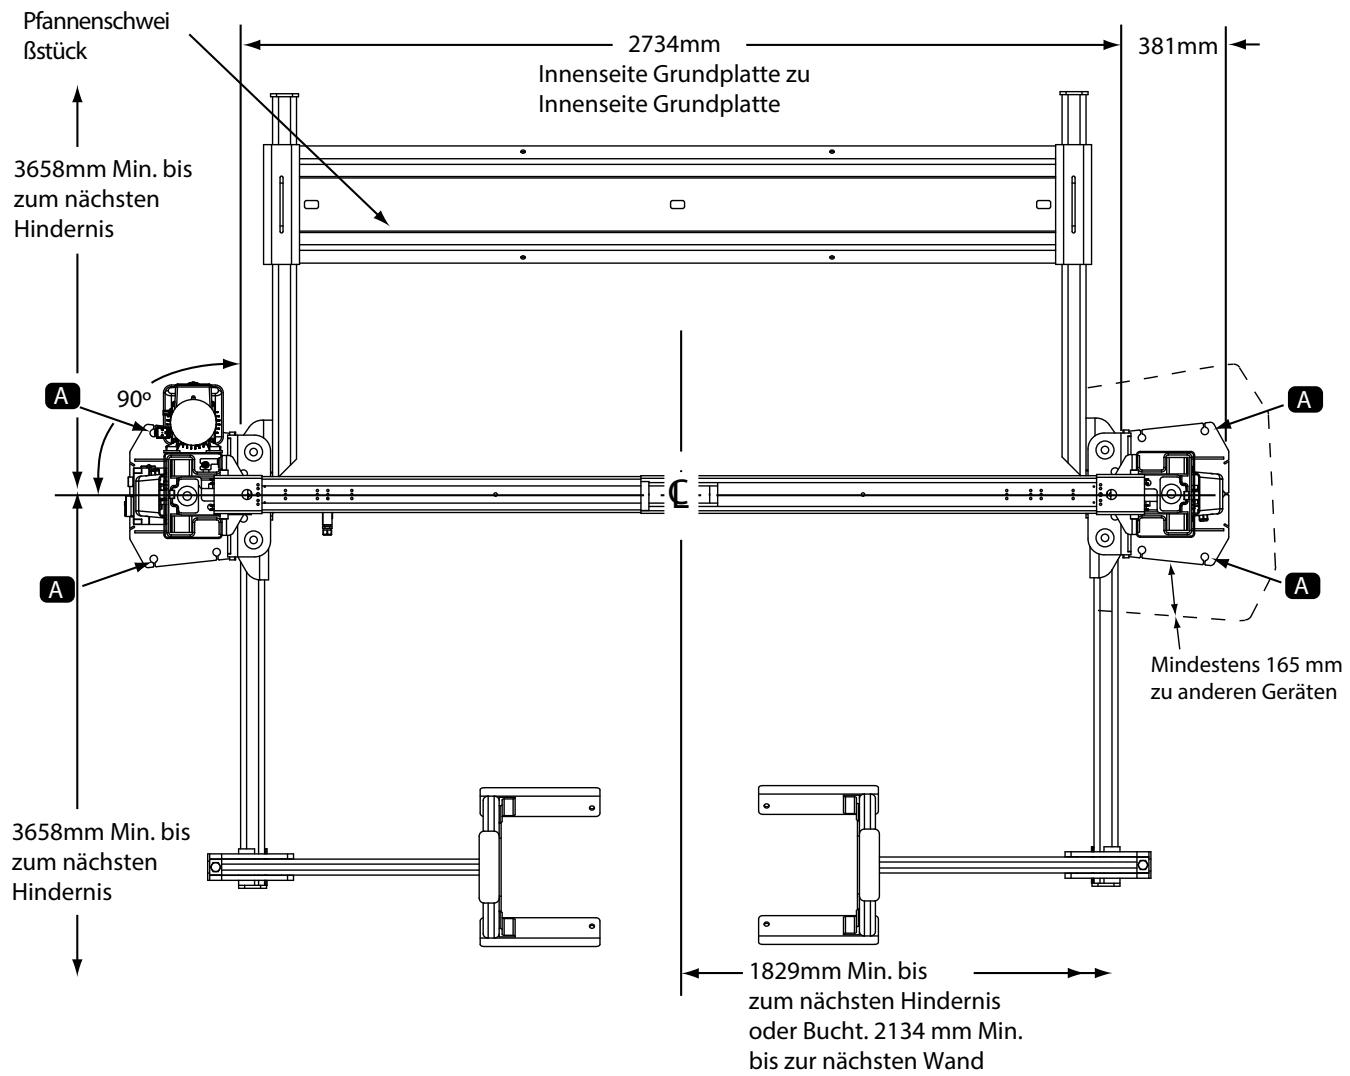

Abb. 1
Verwenden Sie einen Architektenplan, wenn vorhanden, um den Aufzug zu lokalisieren. Abb. 1 zeigt die Abmessungen eines typischen Feldlayouts.
Positionieren Sie die Säulen in der Halle mit den in Abb. 1 angegebenen Maßen. Wenn die Säule auf dem Boden liegt, können zwei Personen den oberen Teil der Säule anheben und zur Basis gehen. Wenn sich die Säule der Senkrechten nähert, sollte eine der beiden Personen auf die gegenüberliegende Seite der Säule und helfen Sie dabei, die Säule langsam flach auf ihre Basis zu stellen. Beide Rückseiten der Säulenfußplatten müssen rechtwinklig zur Mittellinie des Hubes liegen. In jede Grundplatte sind Kerben geschnitten, die die Mittellinie des Lifts anzeigen. Heben Sie den Schlitten mit einer geeigneten Vorrichtung in die erste Verriegelungsposition. Vergewissern Sie sich, dass die Verriegelungsklinke sicher eingerastet ist.
5c. Um sicherzustellen, dass die linke und die rechte Schiene parallel zueinander sind, installieren Sie das Schweißteil der Schale (Abb. 1) an einem Ende und schieben Sie es in Richtung Schlitten. Wenn die Schale beim Schieben klemmt, sind die Schienen möglicherweise nicht ausgerichtet. Erneut prüfen. Sobald die Säulen in Position sind und die Schienen parallel sind, bohren und verankern Sie die Säulen NUR an den Eckverankerungspunkten, die in Abb 1 mit dem Buchstaben (A) gekennzeichnet sind, und verwenden Sie die entsprechenden Bohr- und Verankерungsverfahren (**siehe Abschnitt 6a Beton und Verankern**). Nachdem beide Säulenverankertsind, können das PanWeldment und die Schienen entfernt werden, um die Installation des Aufzugs abzuschließen. Beenden Sie das Bohren und Verankern der restlichen Anker, siehe Abschnitt 6a.